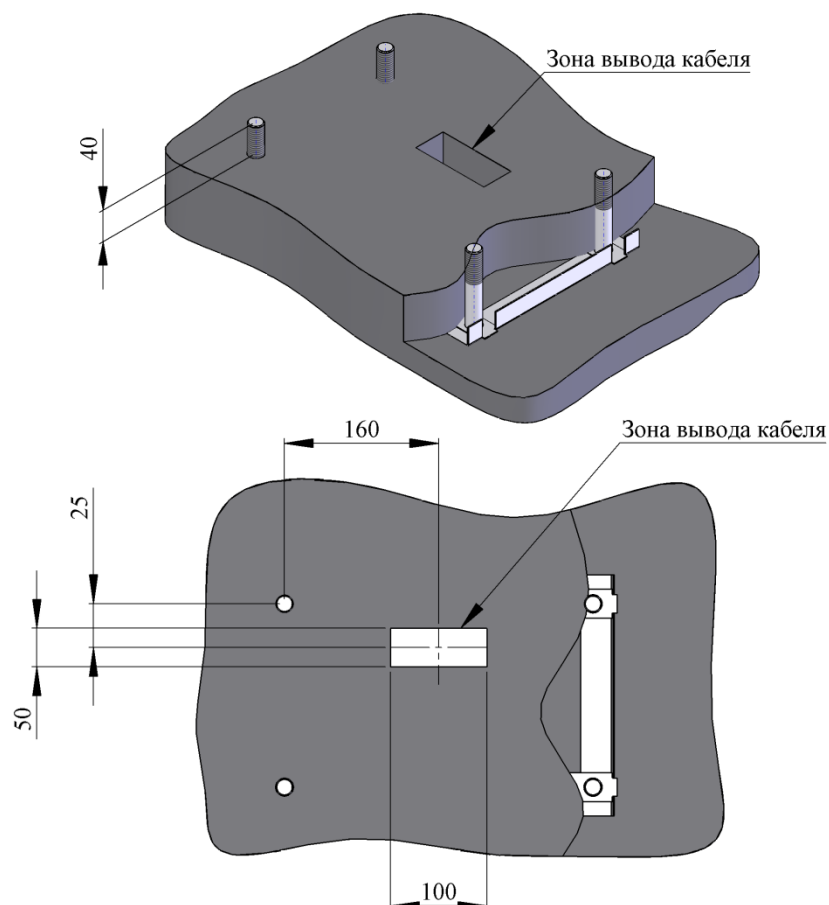

Рисунок 3 – Установочные размеры при заливке бетонного фундамента
- залить основание бетоном (используя основание в качестве арматуры), при этом обеспечить выступание болтов М18 над поверхностью фундамента в соответствии с рисунком 3; в центральной части фундамента оставить не залитой бетоном зону для ввода кабеля в корпус стойки (см. рисунок 3) ; допускается формирование фундамента как на одном уровне с поверхностью грунта, так и с превышением его;